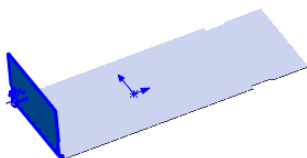
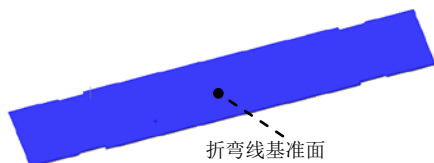

图 11.3.12 绘制的折弯 1
图 11.3.13 折弯线基准面
Step4. 创建图 11.3.12 所示的钣金特征——绘制的折弯 1。
(1) 选择命令。选择下拉菜单 **插入(I)** → **钣金(B)** → **绘制的折弯(S)...** 命令 (或单击“钣金”工具栏上的“绘制的折弯”按钮 )。
(2) 定义特征的折弯线。
① 定义折弯线基准面。选取图 11.3.13 的模型表面作为折弯线基准面。